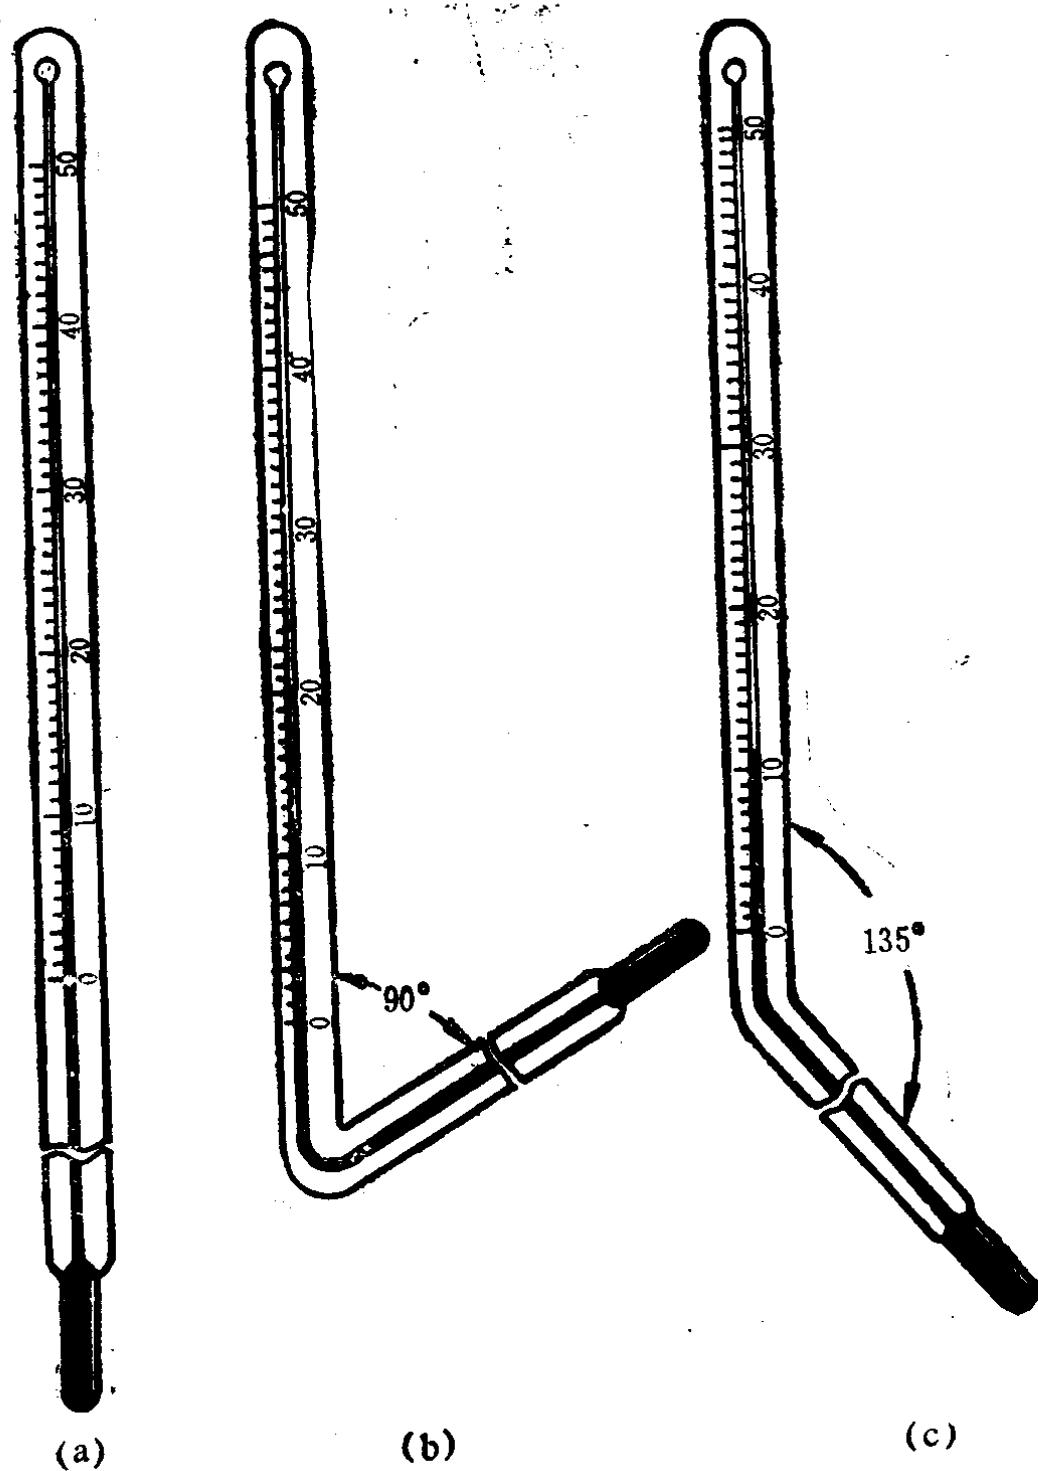

图 1-1 棒式玻璃温度计
1. 棒式玻璃温度计 由厚壁毛细管制成，温度标尺直接刻在毛细管的外表面上。为满足不同的测温方位，其外形有直形、90° 角形、135° 角形。如图 1-1 所示。